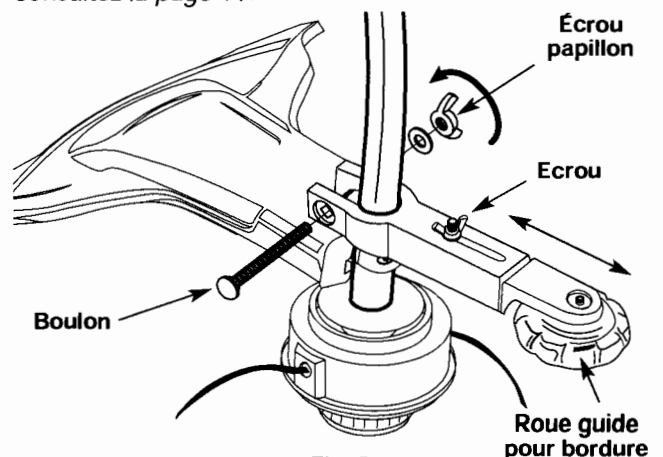

Fig. 5
1. Poussez la roue guide pour bordure dans l'arbre juste au dessus du bouclier d'accessoire de coupe (Fig. 5). De la force peut être requise. L'écrou de réglage de profondeur doit être au dessus.
3. Ajustez la profondeur de bordure en desserrant l'écrou et en bougeant sur la position désirée, le long de la flèche indiquée et serrez bien (Fig. 5).